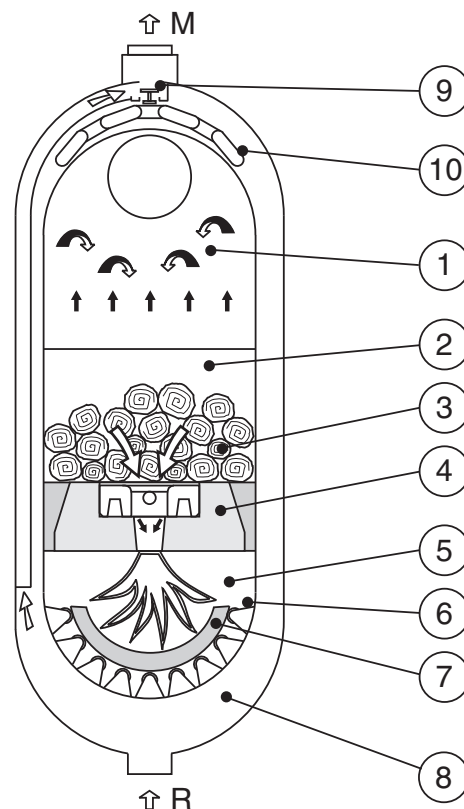

fig. 3
Il corpo caldaia è formato da due elementi ovoidali l'uno inserito all'interno dell'altro, in modo che tra i due si formi una intercapedine d'acqua (fig.3).
Possiamo distinguere le seguenti parti (fig.3):
I residui solidi della combustione (ceneri), che si appoggiano sulla culla in refrattario (fig. 3, pos. 7) ad alta temperatura diverranno col tempo sempre più leggeri sino a che saranno trascinati dalla velocità dei gas e si depositeranno nella zona più bassa della camera fumo posteriore dalla quale verranno rimossi durante le operazioni di pulizia.
Il bruciatore è composto da una pietra refrattaria (fig. 3, pos. 4). Tale pietra presenta un'apertura ovale centrale da cui passa la fiamma.